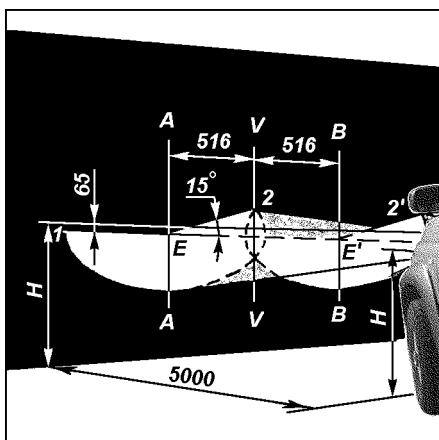

Рис. 9.39. Разметка экрана для регулировки фар:
1. Установите полностью заправленный и снаряженный автомобиль с нормальным давлением воздуха в шинах и нагруженным сиденьем водителя 750 Н (75 кгс) на ровной горизонтальной площадке на расстоянии 5 м от экрана со специальной разметкой (рис. 9.39).